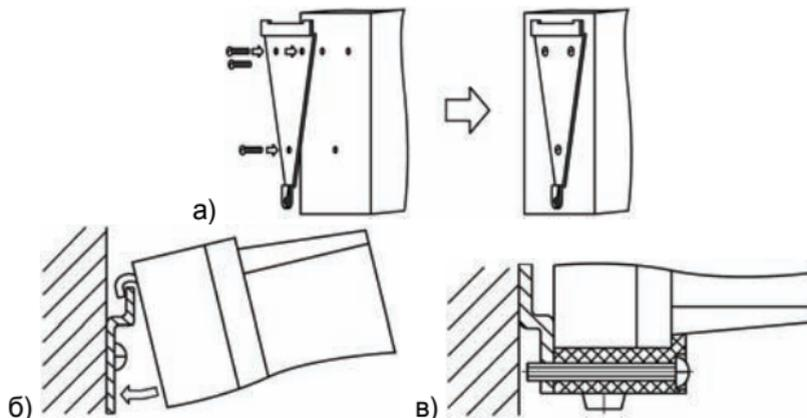

Рисунок 26 – Монтаж прибора настенного исполнения
1) Закрепить кронштейн тремя винтами М4×20 на поверхности, предназначенной для установки прибора (см. Приложение А и рисунок 26, а).
2) Зацепить крепежный уголок на задней стенке прибора за верхнюю кромку кронштейна (рисунок 26, б).
3) Прикрепить прибор к кронштейну винтом М4×35 из комплекта поставки (рисунок 26, в).